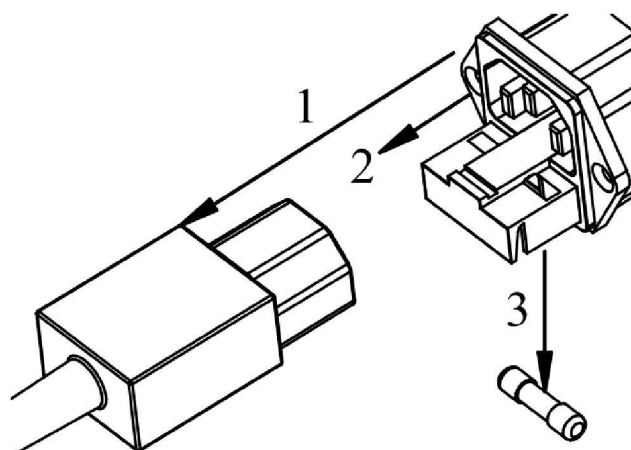

Рисунок 6 – Замена вставки плавкой (предохранителя).
Вышла из строя вставка плавкая (предохранитель)	Заменить вставку плавкую (предохранитель) на нижней панели блока питания (рис. 6)
- 1) отсоединить штекер шнура питания кольпоскопа 1 (рис. 6);